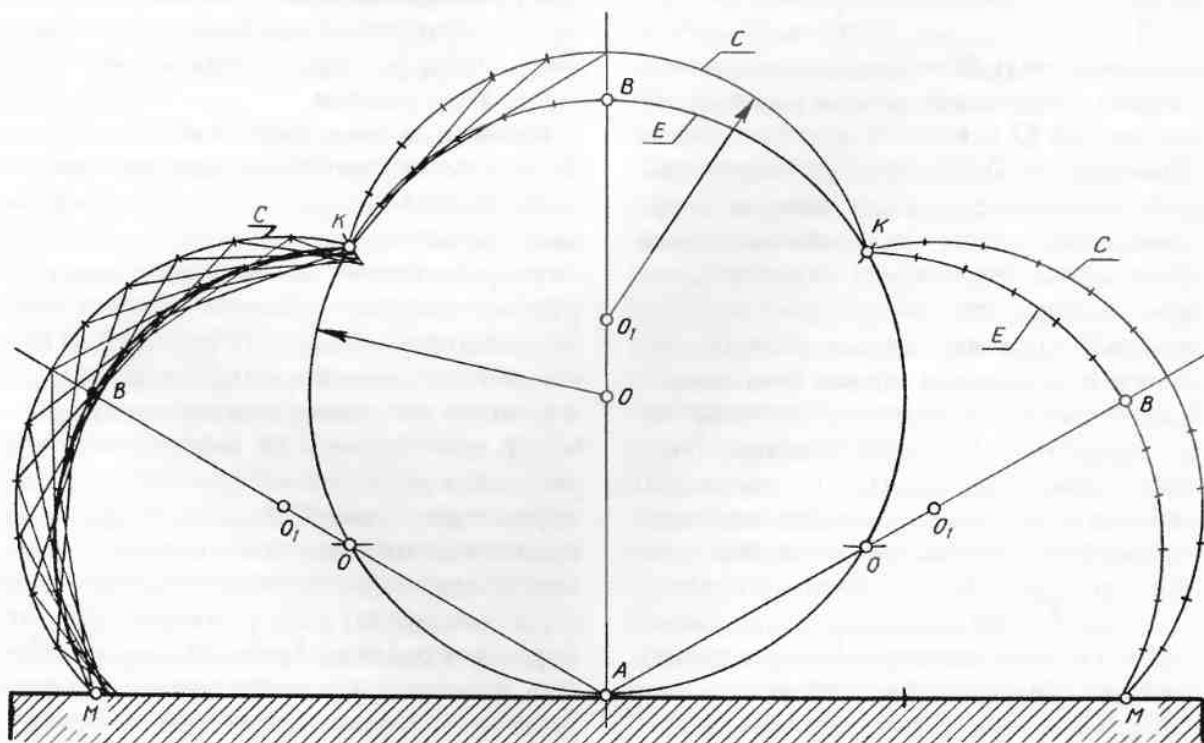
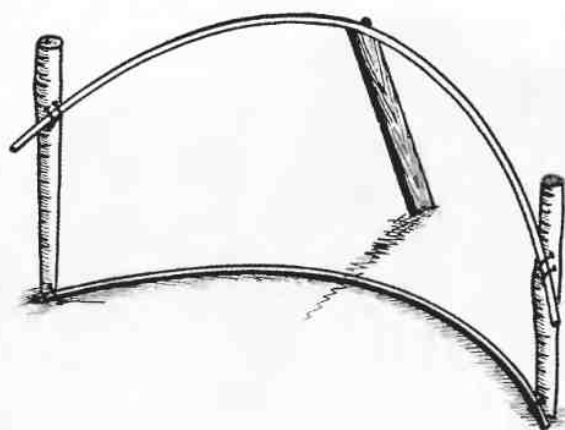

Рис. 528. План построения и расположения секций фигурного палисадика при ширине фасада дома 5,8 м
Рис. 529. Каркас из двух металлических прутьев (или труб) для монтажа секций фигурного палисадника
Однако сначала рассмотрим построение плана ограды (рис. 528) и выполним его на бумаге в масштабе 1:20. Проведем окружность, касательную к середине фасада дома (точка *A*), радиусом, равным  $\frac{1}{4}$  ширины фасада. Из вершины окружности (точка *B*) этим же радиусом сделаем засечки и получим точки *K* — границы дуг звеньев. Из точек *K* засечками того же радиуса найдем центры *O* для дуг *E* крайних секций и проведем их. Полученные дуги *E* показывают положение нижних концов палок штакетника, а дуги *C* — верхних концов палок. Дуги *C* проведем из центров *O*, которые выберем произвольно, из желания сделать больше или меньше разворот наружу верхних частей «лепестков» ограды. Если мы начертим теперь изображение палок штакетника (на средней секции показаны только три палки), то увидим, что они образуют при пересечении еще одну дугу внутреннего контура. Конечно, из-за того, что мы хотим сделать столбики (в точках *K*) вертикальными, нарушится строгость геометрической формы гиперболоида, но для нас это не так важно.
столбика или колышка (по плану в точках *K*) и прикрепим к ним по размерам плана (см. рис. 528) выгнутую металлическую верхнюю дугу *C* и нижнюю дугу *E* каркаса. Об этом будет рассказано подробно далее, а пока познакомимся с заготовкой и обстругиванием самого штакетника, то есть восьмигранных палок.
**Монтаж секций палисадника.** Сначала, пользуясь построенным планом (см. рис. 528), определим расстояние между точками К и на ровном участке земли забьем две опоры для металлических дуг в виде прочных колышков или небольших столбиков (с учетом масштаба и замеренного расстояния). Аналогично найдем положение центра О, очертим по шнуру на земле дугу Е, присыплем ее чем-нибудь (мелом, известкой), чтобы дуга была видна, и по ней изогнем из толстого металлического прутка первую дугу каркаса. Прикрепим ее на место (рис. 529).
(гвоздями с загибом), подопрем середину дуги доской так, чтобы высота средней точки до земли составляла 120 см. Задвигая или выдвигая концы дуги в гнездах крепления на столбиках, с помощью отвеса подберем выброс дуги по отношению к точке *В* такой, как показано на чертеже (см. рис. 528), или другой применительно к желаемому развороту «лепестка» ограда. Отметим мелом или напильником среднюю точку дуги и точки крепления со столбиками, чтобы после случайного сдвига вернуть дугу в прежнее положение.